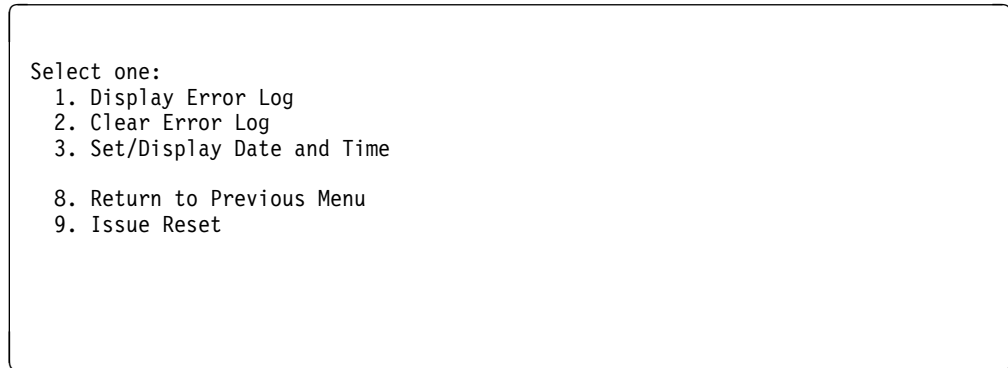
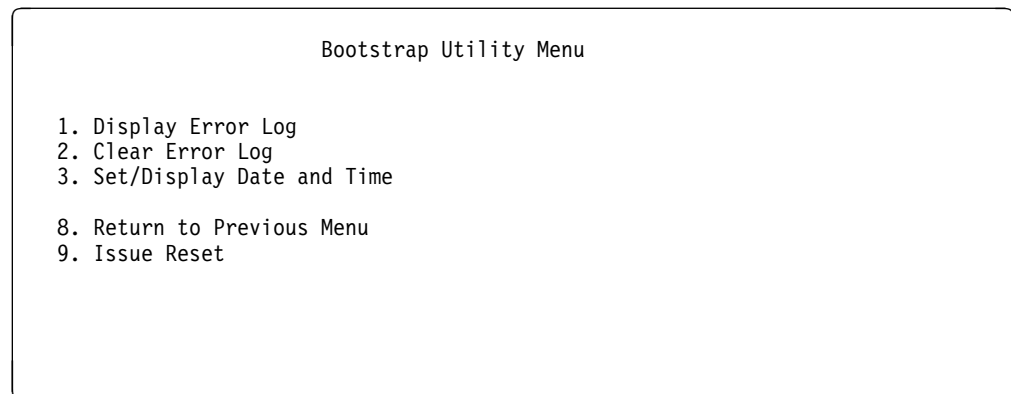

Figura 4-3. Panel de selección de programas de utilidad de rutina de carga, Versión 1.0
Figura 4-4. Panel de selección de programas de utilidad de rutina de carga, Versión 2.0
2. Se visualizará un menú que lista los programas de utilidad disponibles (consulte la Figura 4-3 o la Figura 4-4).